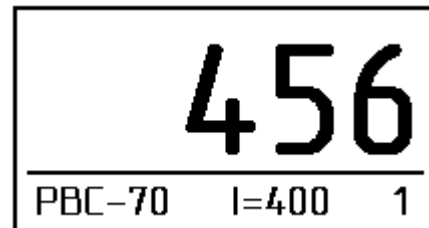

Рис. 6
4.4.11. Результат счета отображается на экране (рис.6). Вследствие того, что при оседании в пространстве плазмы возникает обогащение тромбоцитами, которое зависит и от значения гематокрита, полученный результат умножается на коэффициент К, выбранный в соответствии с гематокритом измеряемой крови из таблицы 5.